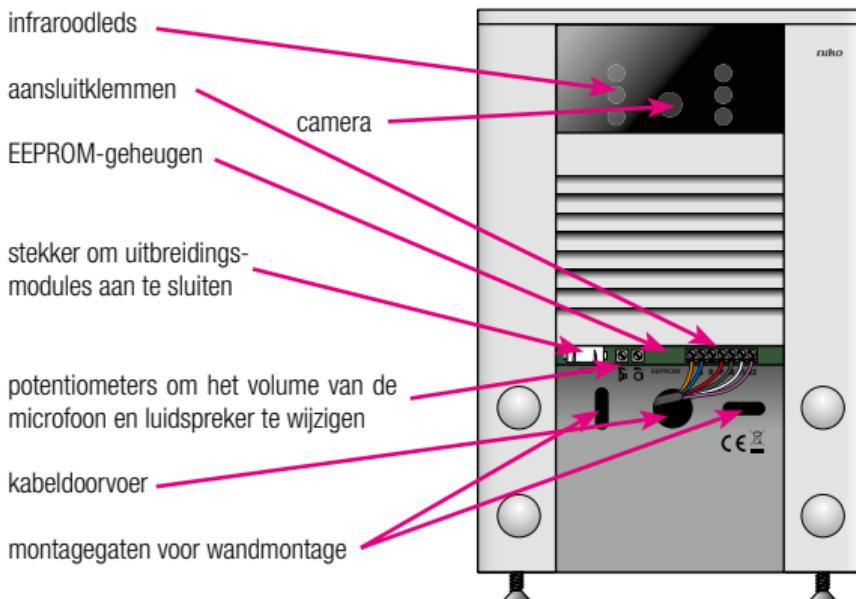

Fig. 2: aansluitklemmen en montagegaten zichtbaar maken
3. Schuif de naamplaat naar onder, zodat de aansluitklemmen zichtbaar worden (fig. 2).
Om de videobuitenpost uit te breiden met meer bedrukknoppen, sluit je één of meerdere uitbreidingsmodules aan op de videobuitenpost. Niko raadt aan om uitbreidingsmodules te nemen die even groot zijn als de videobuitenpost (zie hoofdstuk 6). De uitbreidingsmodules sluit je aan op de videobuitenpost door de verbindingskabel van de uitbreidingsmodule aan te sluiten op de daarvoor voorziene stekker op de videobuitenpost (fig. 2 en 4).